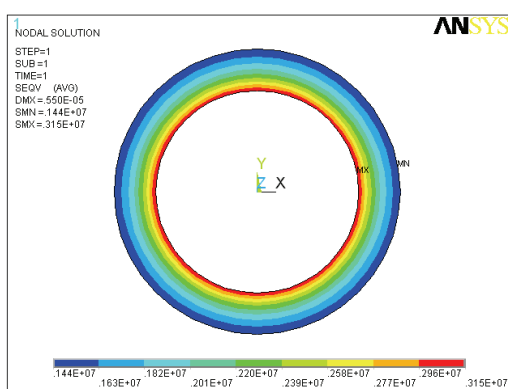

图 3-39 等效应力等值线图
4) 选择 Main Menu | General Postproc | Plot Results | Contour Plot | Nodal Solu 命令, 出现 Contour Nodal Solution Data 对话框, 在 Item to be contoured 列表框中选择 Nodal Solution | Stress | von Mises stress, 单击 OK 按钮, ANSYS 显示窗口将显示等效应力等值线图, 如图 3-39 所示。